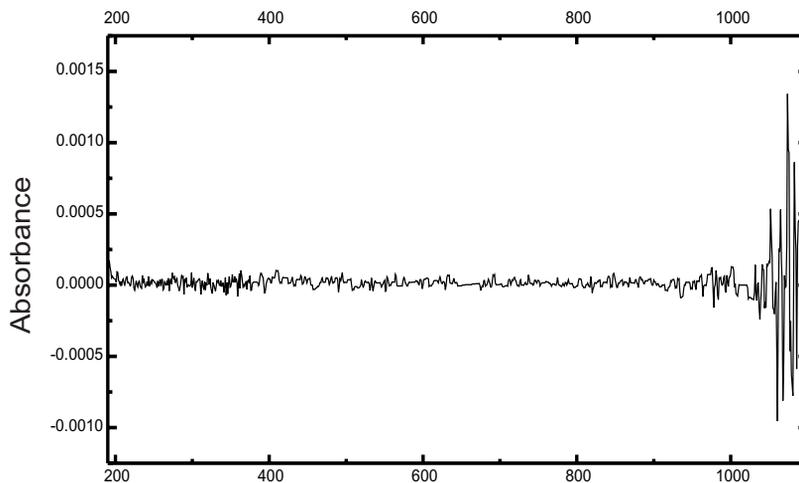
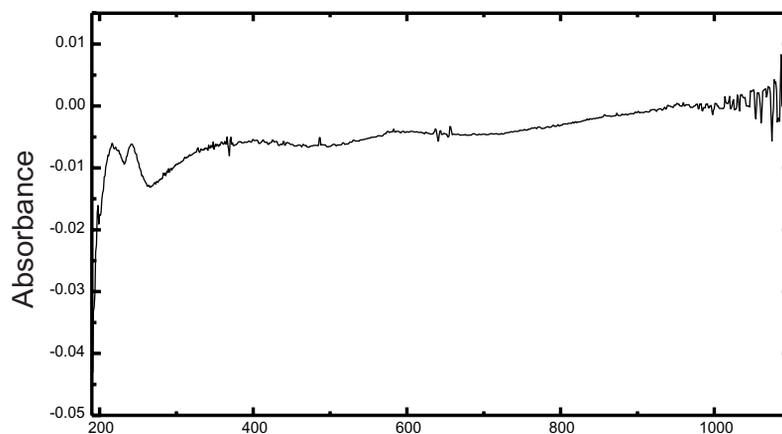

Figura 11 Misurazione del bianco in acqua: la linea di base è di buona qualità
Figura 12 Misurazione del bianco in acqua: le bolle causano una degrado della linea di base
- ✓ la misurazione del bianco dà come risultato una linea di base piatta (la Figura 11 e la Figura 12 mostrano rispettivamente una linea di base di buona e cattiva qualità);
Se la misurazione del bianco o degli spettri produce artefatti simili a quello della Figura 12, consultare la sezione “Solventi” a pagina 40 per ottimizzare la procedura di misurazione.